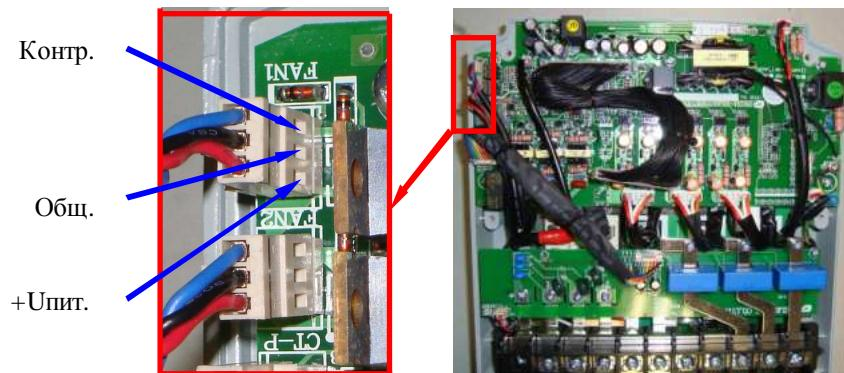

Рис. 4.18.
4.13.3. **Отсоединить** разъем вентилятора от платы драйверов и проверить его вращение, подав напряжение =24 В от источника питания (п.3.4.2) на разъем вентилятора между контактами +Упит и Общ (рис.4.18). При отсутствии вращения – вентилятор заменить (п. 5.5).
4.13.5. В случае появления сообщения об ошибке «ОН2» поочередно измерить напряжение на разъёмах FAN 1, FAN 2 между выводами Общ и Контр. при работающих вентиляторах (рис. 4.18).